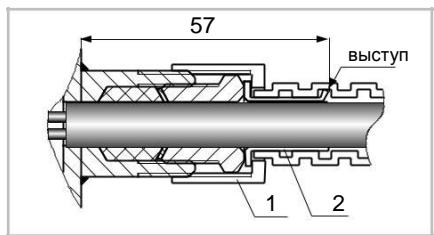

Рис.9
- устройство крепления металлического кабеля УКМ-10(12) (рис.9), состоящие из втулок 1(сталь) и 2 (медь). Крепление может осуществляться двумя способами: 1) Наворачиванием металлического кабеля (диаметром 10 или 12 мм) на втулку 2, на конце которой предварительно выполняется выступ (~ 2 мм) при помощи плоскогубцов; 2) Пайкой металлического кабеля в втулке 2. Пример обозначения: «**ПМП-165-...-УКМ-10**» (или